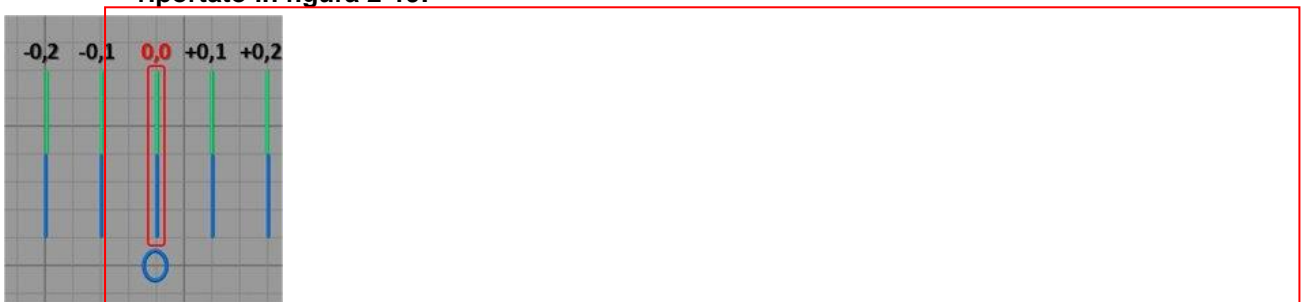

Figura 2-19
- Salvare sulla scheda SD il file così modificato e ripetere la stampa. Il risultato atteso è riportato in figura 2-19: